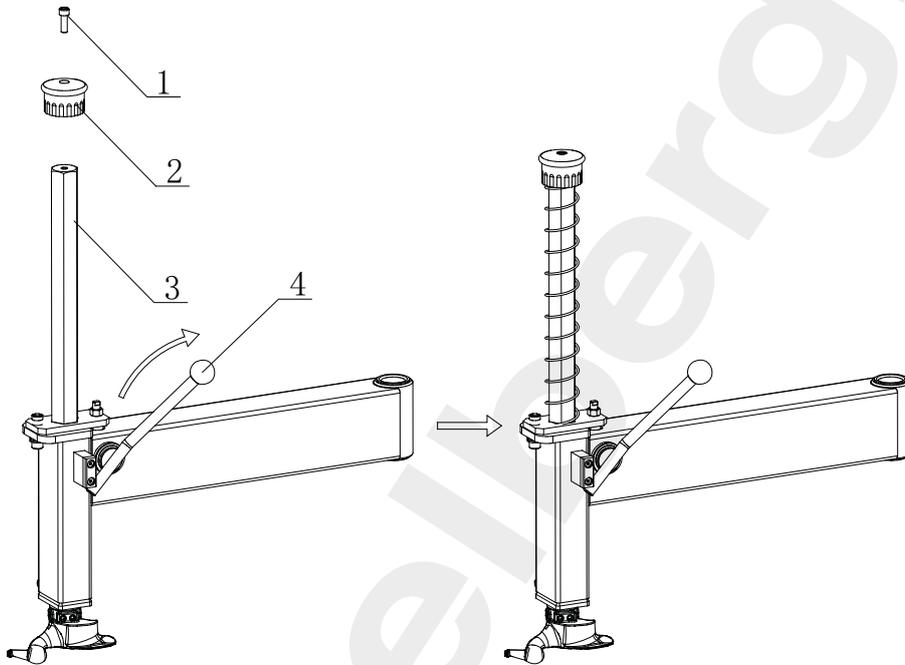

Рис. 9-3
9.2.2 Открутите винт (1) на шестигранном штоке с помощью шестигранного ключа и снимите вертикальный шток (2).
При откручивании винта крышки вертикального штока зафиксируйте его рукояткой (4), чтобы предотвратить соскальзывание вниз, повреждение станка или травмирование персонала. Наденьте пружину на вертикальный вал, установите крышку и закрутите снятый винт. См. ниже рис. 9-3.